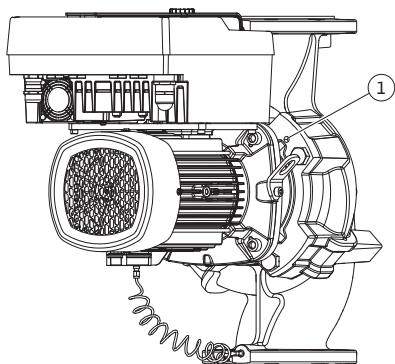

Fig. 103: Izbacivanje utičnog sklopa preko navojnih otvora
12. Za tip pumpe (Fig. III, IV) otpustiti zavrtnje na poz. 29. Koristiti dva susedna navojna otvora (Fig. 103, poz. 1) i odgovarajuće zavrtnje (npr. M10 x 25 mm) koji su obezbeđeni na objektu. Istisnuti utični sklop iz kućišta pumpe.